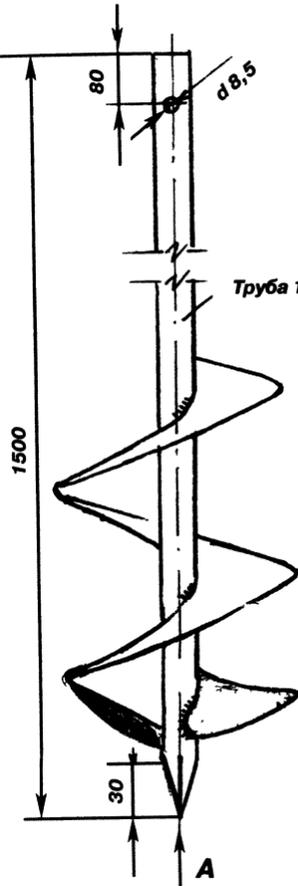

Рис. 1. Шнековая штанга
Ямобур состоит из головной шнековой штанги (1) и ворота (2) (рис. 1, 2). Дополнительные удлинительные трубы для бурения скважины берутся произвольного размера. Конструктивно эта составная штанга может быть выполнена различными способами. Если звенья одинакового диаметра, то соединительные муфты-коротыши берутся большего диаметра. Более рационально брать звенья буровой штанги из труб с чередующимися размерами диаметров, входящие одна в другую. Люфт, даже большой, в сочленении звеньев не является дефектом в этой конструкции и не осложняет бурение скважины. Звенья соединяются между собой с помощью чеки, в роли которой могут служить болт М8, гвоздь или кусок проволоки диаметром 6-7 мм. В необходимых местах для соединения звеньев бурового инструмента и крепления ворота сверлятся в трубах сквозные отверстия  $d = 8-8,5$  мм.